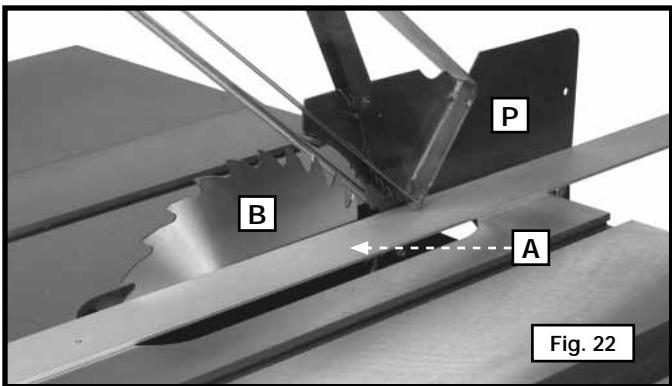
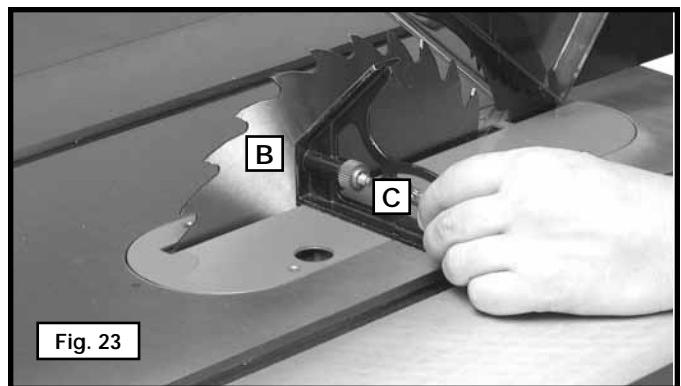
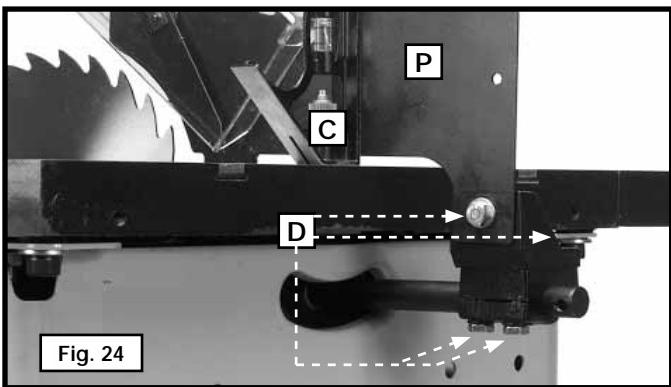

Fig. 22
Fig. 23
Fig. 24
13. Use un borde recto (A) Fig. 22, para alinear el hendedor (P) con la hoja de la sierra (B). Use una escuadra (C) Figs. 23 y 24, para comprobar el ángulo de 90 grados de la hoja de la sierra y el hendedor contra la superficie del banco. Cuando la alineación sea correcta, ajuste el equipo (D) Fig. 24.